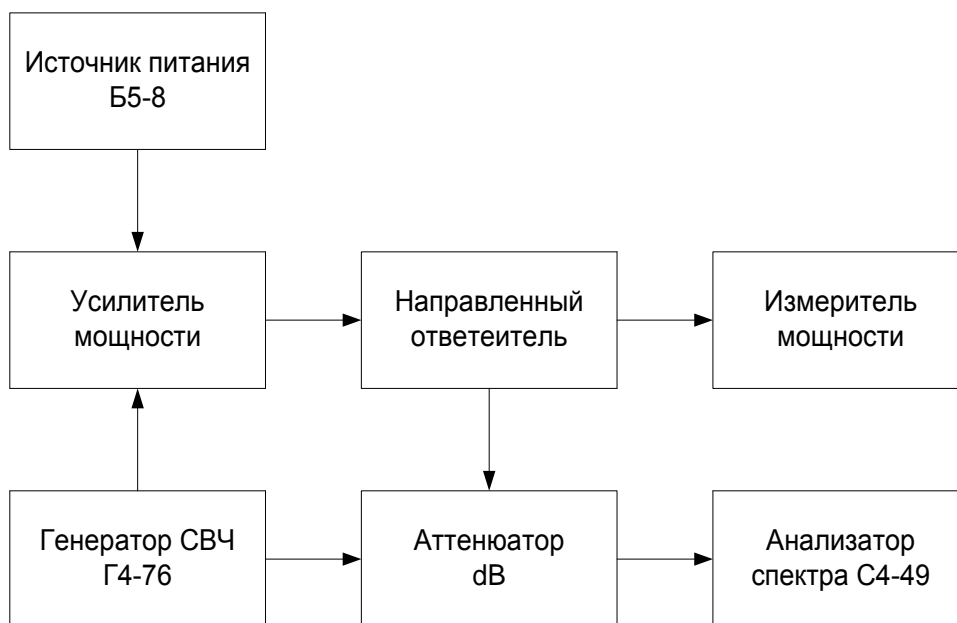

Рис. 2. Измерительный стенд
4.1.Собрать измерительную установку согласно схеме, приведенной на рис.2. Заземлить все радиоизмерительные приборы.